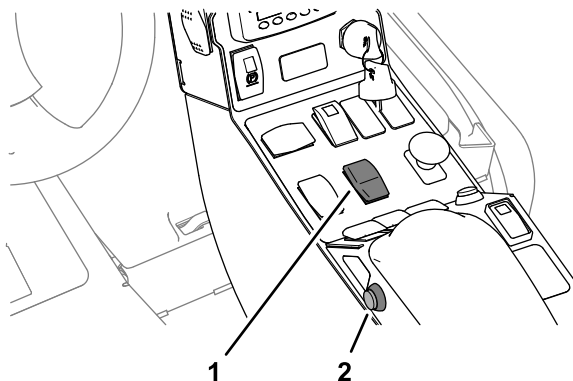

Figure 24
2. Placez le sélecteur de gamme à la position L (gamme basse) (Figure 24)
3. Appuyez de manière prolongée sur l'interrupteur du mode 4 roues motrices pour produire une réponse plus agressive de la transmission (Figure 24).